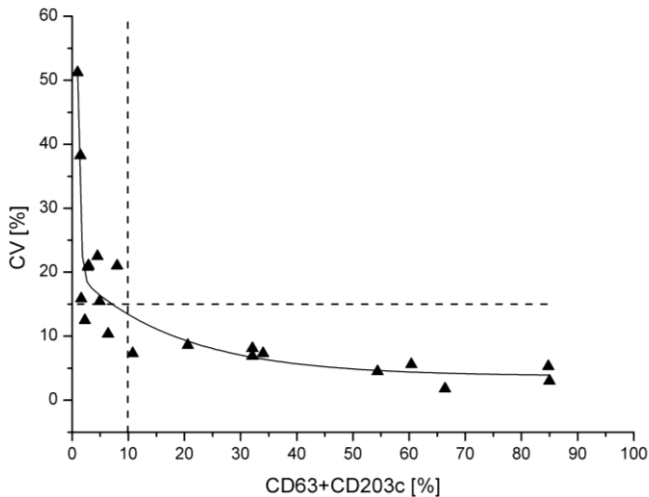

Abb. 5: Präzisionsprofil
**Präzision:** Ein Präzisionsprofil wurde mit Hilfe verschiedener stimulierter Blutproben (n=20). Jede Probe wurde 12 x mit Stimulationspuffer oder Stimulations-Kontrolle inkubiert und danach im Flowzytometer ausgewertet. Die Ergebnisse sind aufgetragen als Variationskoeffizient (%CV) gegen die % Aktivierung (CD63+CD203cpos). Das Präzisionsprofil ist in Abbildung 5 dargestellt. Bei einer Aktivierung oberhalb von 10% ist der CV unterhalb von 15%.